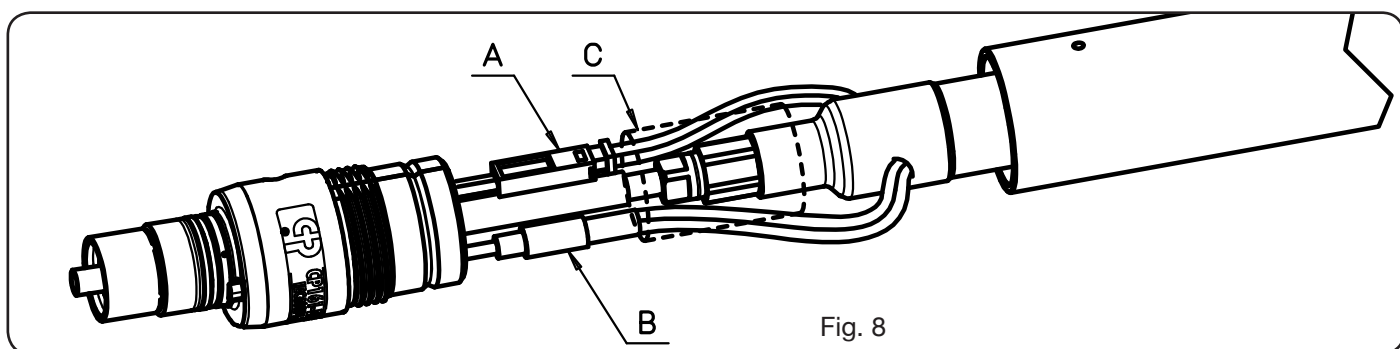

Fig. 8
- Svitare il grano **G** e successivamente il manico **M** quindi tirarlo all'indietro sino a mostrare tutti i cavi (vedi Fig.8).
- Svitare il grano **G** e successivamente il manico **M** quindi tirarlo all'indietro sino a mostrare tutti i cavi (vedi Fig.8);